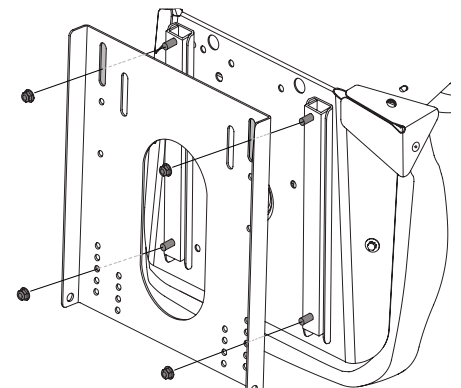

Figure 2-12
- Fixez le siège au support avec les quatre boulons (a) fournis. Insérez les boulons (b) du devant du siège dans le trou central du support (c). Voir Figure 2-12. Fixez bien le siège à son support.